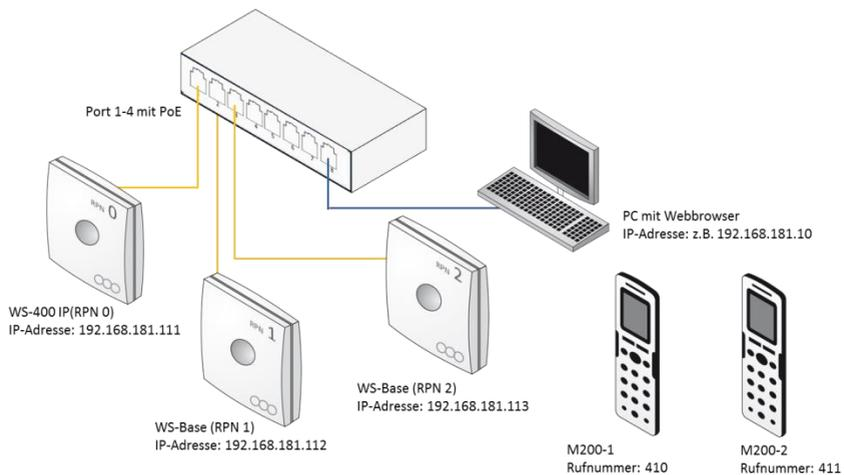

Abbildung 12: Anschaltgrafik
- Schließen Sie die WS-400 IP und die WS-Base zu einem Netzwerk zusammen (siehe Abbildung 12: Anschaltgrafik). Alle LEDs sollten grün leuchten.